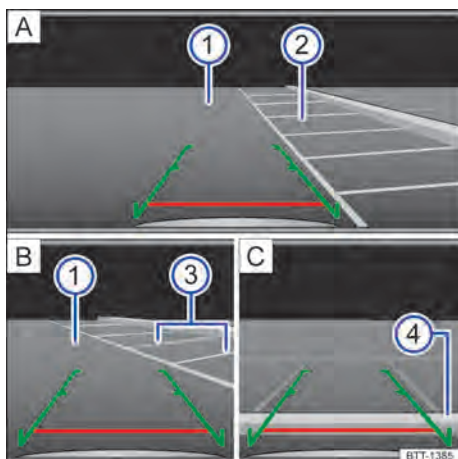

Fig. 104 Exibição do display do sistema do rádio: estacionar com a câmera de marcha a ré.
Legenda para Fig. 104:
- Posicionar o veículo na frente da vaga de estacionamento → Fig. 104 ② [A].
- Conduzir para trás lentamente e manobrar de modo que as guias verdes laterais conduzam entre as linhas de delimitação da vaga de estacionamento delimitada ② [A]. ▶